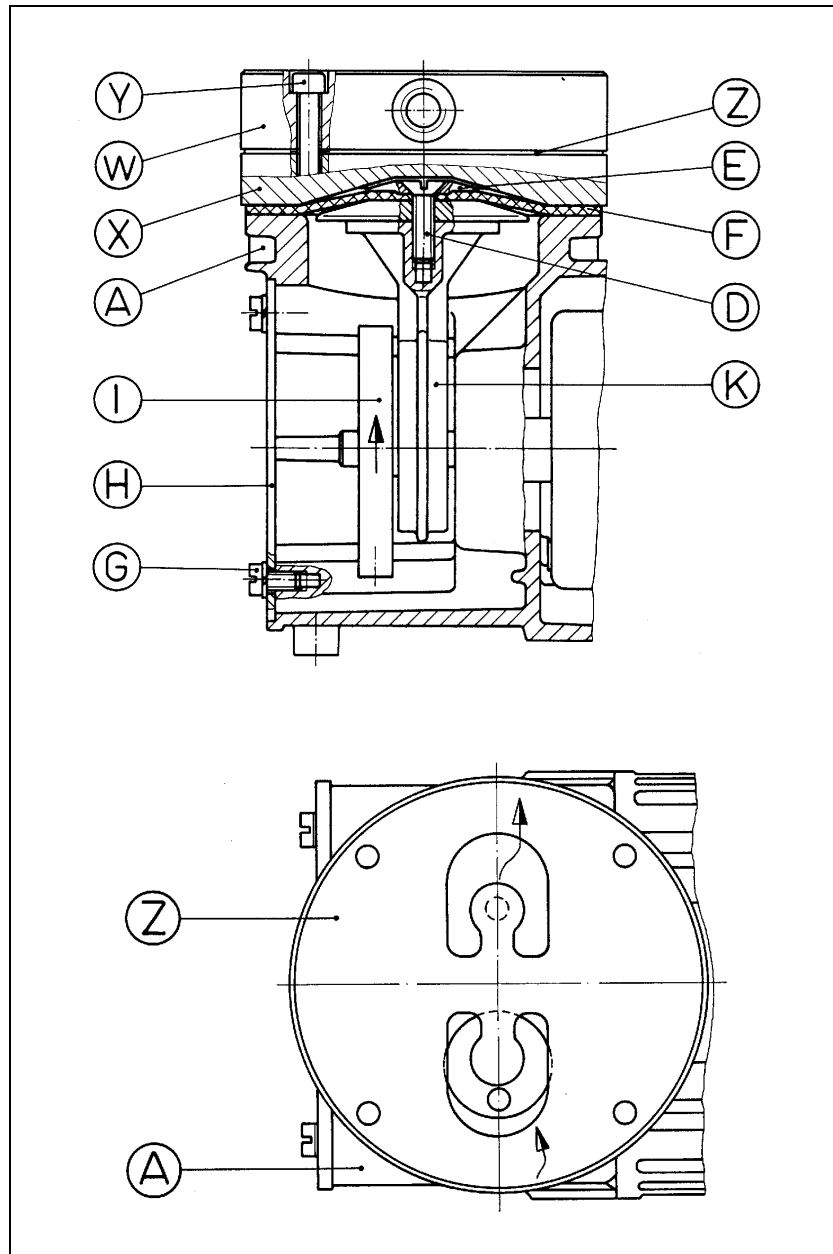

Abb. 13: Pumpenteile für Ausführungen mit Edelstahlkopf
**nach Abb. 13
12. Auflegen der neuen Ventilplatte Z auf Zwischenplatte X (Ausrichtung siehe Abb. 13).
*nach Abb. 13